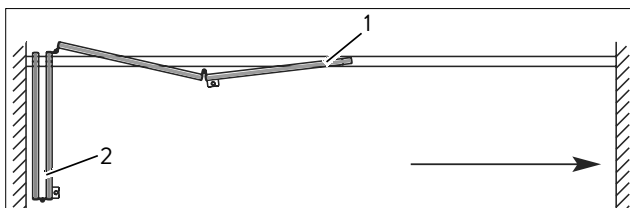

Abb. 19 Flügelpaar entfalten – FSW EASY Safe
→ Das äußere Flügelpaar (Abb. 19/1) ist bei der Variante FSW EASY Safe entfaltet.
3. Inneres Flügelpaar (Abb. 19/2) bei der Variante FSW EASY Safe vorsichtig schieben, bis das Flügelpaar vollständig entfaltet ist. Flügel beim Schieben festhalten.